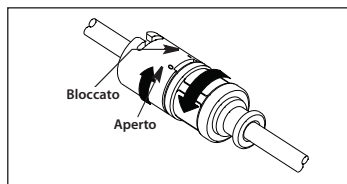

Figura 3
- b. Se si utilizza un sistema di protezione anti-contaminazione con adattatore TwistLock (se fornito in dotazione), verificare che il doppio TwistLock del sistema sia completamente aperto (vedere la Figura 3).